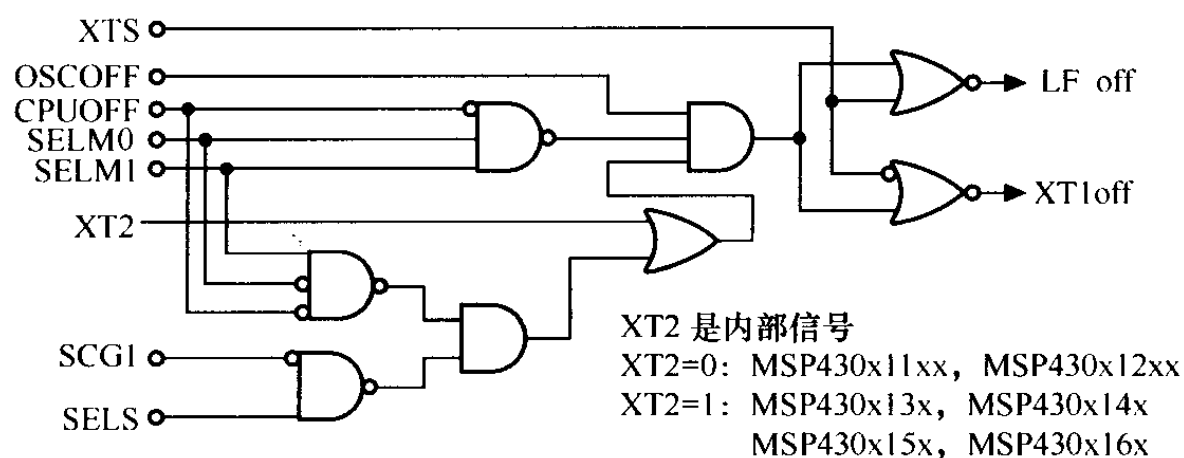

图 1-7 LFX1 振荡器逻辑控制
(2) LFXT1 可以接低频振荡器, 典型的如 32.768kHz 的钟表振荡器, 此时振荡器不需要接负载电容。也可以接 450kHz~8MHz 的标准晶体振荡器, 此时振荡器需要接负载电容。图 1-7 为 LFXT1 振荡器逻辑控制图。